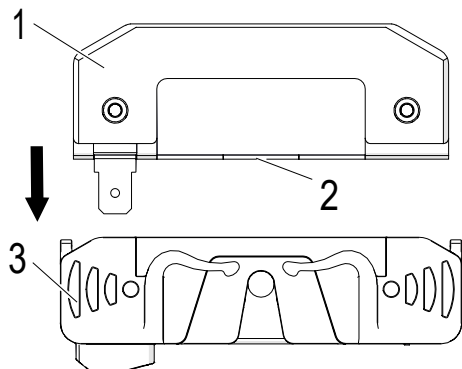

Abb. 160: Schleifkontakt (1) in die Wippe (3) stecken
- Schleifkontakt (1) in die Wippe (3) einstecken (siehe Abb. 160).
- Das Kupferblech (2) des Schleifkontakts (1) bis an den Grund der Wippe (3) drücken. Dabei darauf achten, dass der Schleifkontakt (1) richtig zentriert ist (4) (siehe Abb. 160).